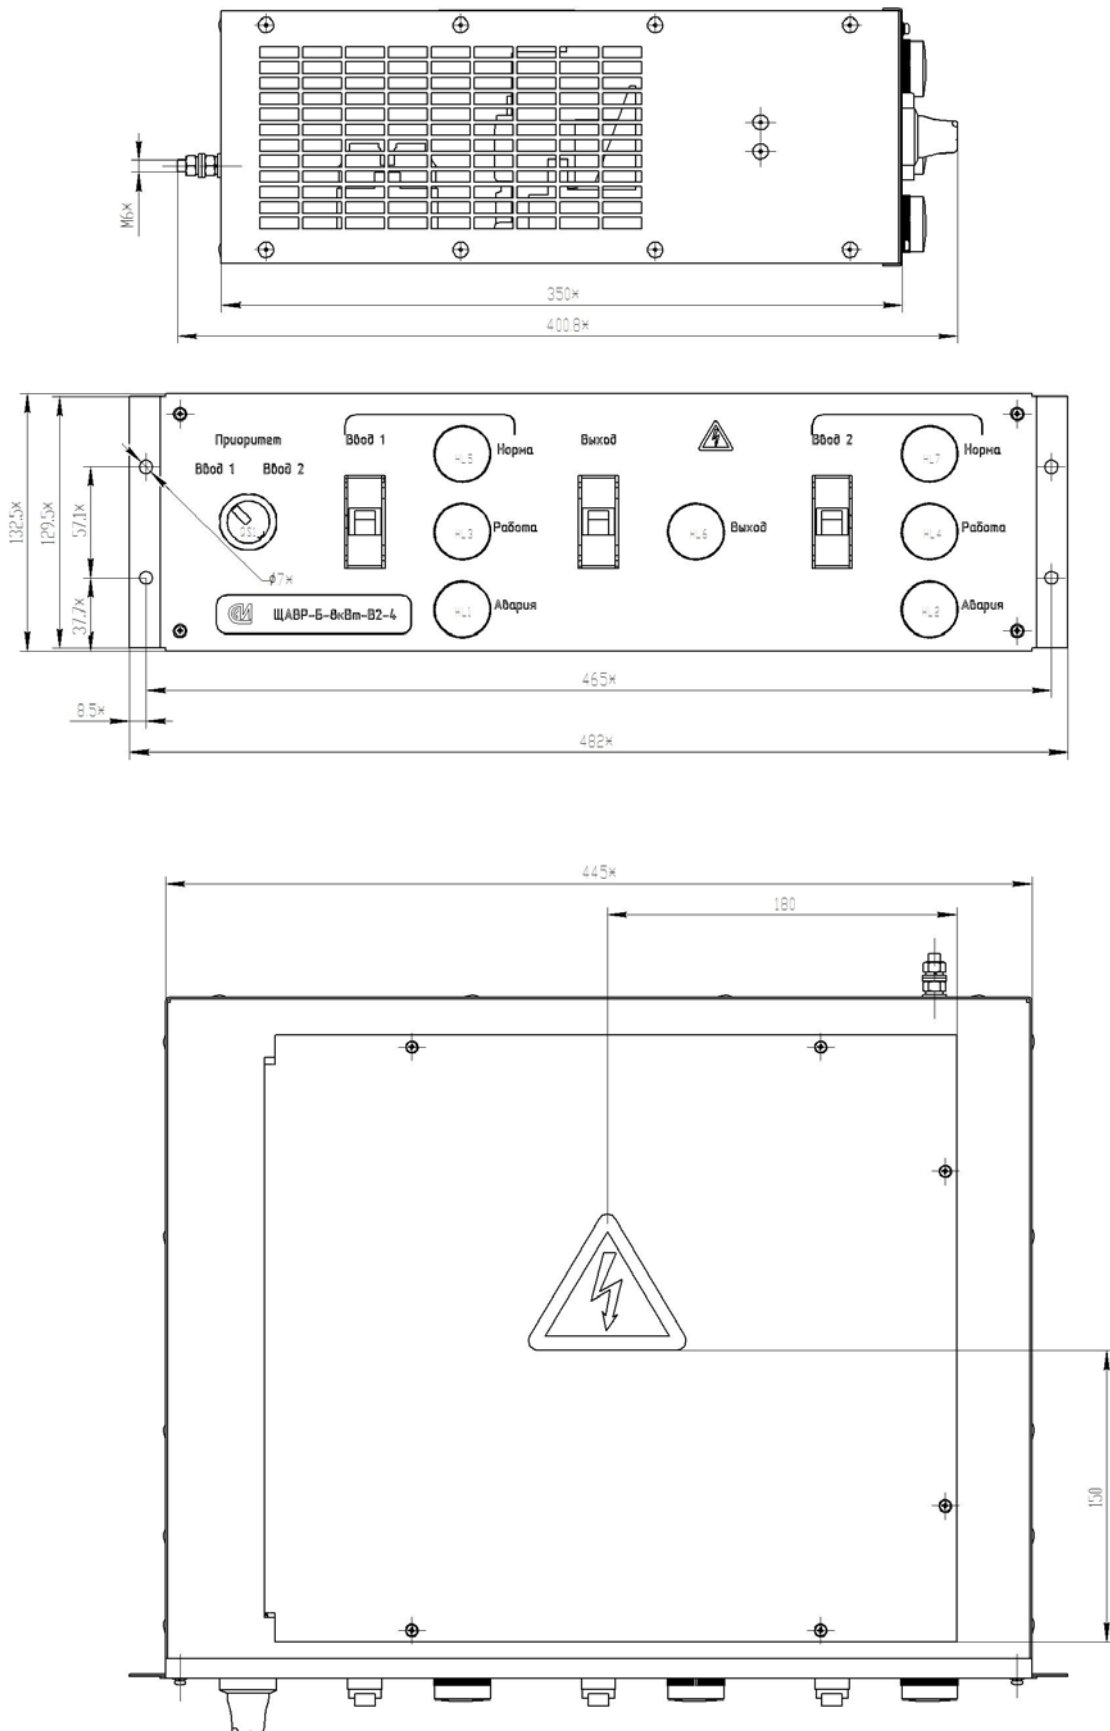

Рис.1. Габаритно-присоединительные размеры щита автоматического включения резерва ЩАПР-Б-8кВт-В2-4.
3.2.4 Габаритно-присоединительные размеры щита указаны на рис. 1.